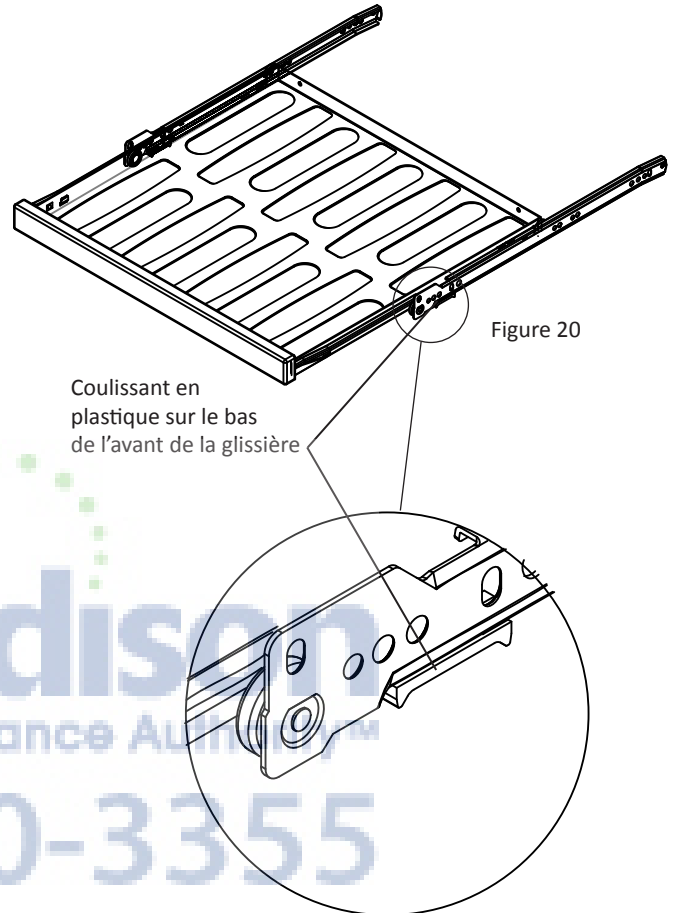

Figure 20
**Tous les autres modèles :** Déchargez le vin de la tablette à enlever. Tirez complètement la tablette jusqu'à l'arrêt mécanique. Sur le devant de la glissière de tiroir sous la tablette il y a un couissant en plastique (Voir la Figure 20). Poussez ce couissant vers l'arrière pour libérer la glissière. Recommencez de l'autre côté de la tablette. Soulevez le devant de la tablette et sortez-la des glissières pour la sortir.